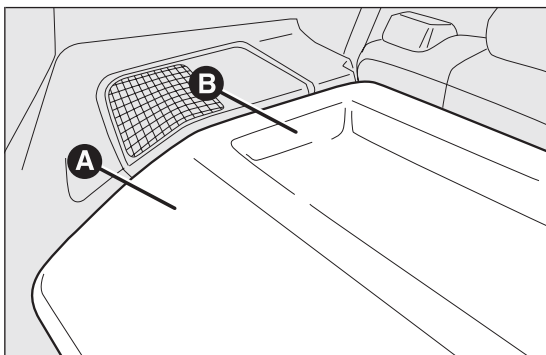
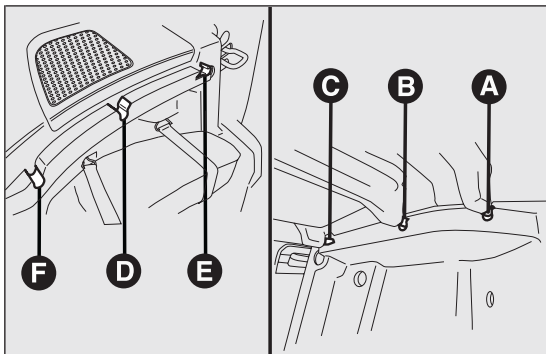

fig. 84
fig. 85
La cappelliera fig. 84 è costituita da due parti. Per rimuoverla completamente agire come segue:
- aprire le porte battenti posteriori; sollevare la parte anteriore A fig. 84 sganciando il perno A fig. 85 dalla sede F fig. 85;
- sollevare la parte posteriore B fig. 84 sganciando i perni B e C fig. 85 dalla sede D e E fig. 85;